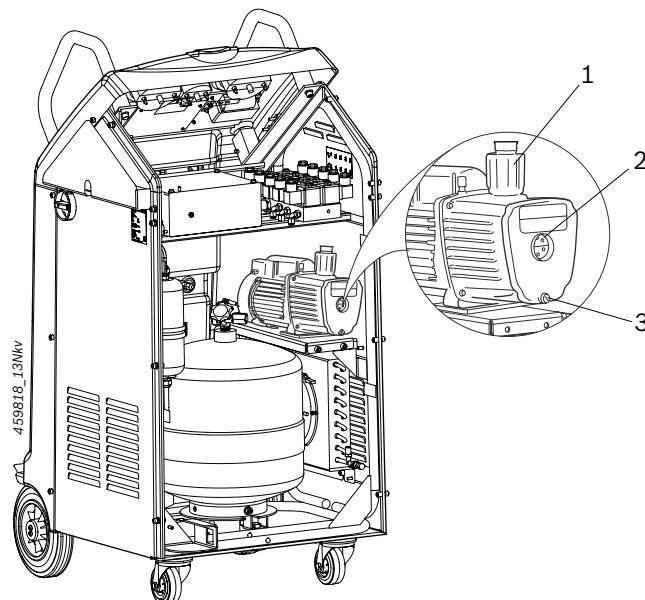

Fig. 18: Vakuumpump
6. Placera en behållare nedanför vakuumpumpen. Öppna dräneringsproppen (Fig. 18, Pos. 3) på vakuumpumpen och låt oljan rinna ut fullständigt.
8. Fyll på nyolja (ca. 400 gram) tills oljan syns halvvägs upp på tittglaset (Fig. 18, Pos. 2).